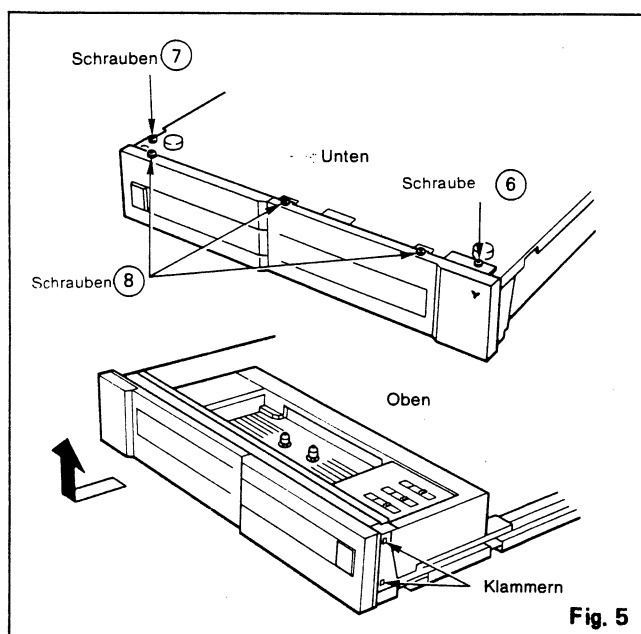

Fig. 5
- 1) Entfernen Sie die Befestigungsschraube 6 und lösen Sie die Schraube 7 (siehe Abb. 5).
- 1) Entfernen Sie die drei Schrauben 8 (Abb. 5).